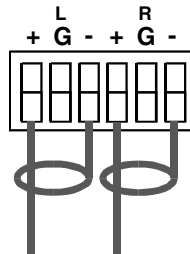

Рис. 6. Подключение источников небалансного аудиосигнала
4. Подключите приемники балансного стереофонического сигнала (не показаны на рис. 6) к соответствующим разъемам для клеммных блоков *AUDIO OUTPUTS*.
7. Подключите сетевой шнур (не показан на рис. 6).
- источников небалансного сигнала (рис. 6).
На рис. 6 показано, как подключить источник небалансного сигнала к балансному аудиовходу **VP-88K**: